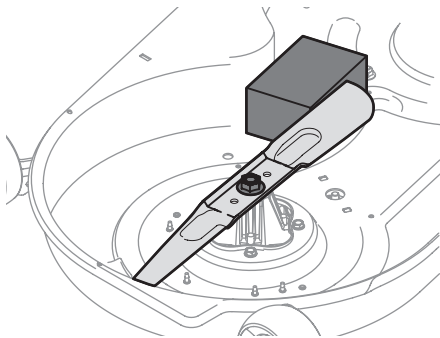

Figure 47
2. Placez un morceau de bois entre le boîtier du plateau de coupe et la lame de coupe pour empêcher tout mouvement. Voir Figure 47.
3. Placez un morceau de bois entre le boîtier du plateau de coupe et la lame de coupe pour empêcher tout mouvement. Voir Figure 47.